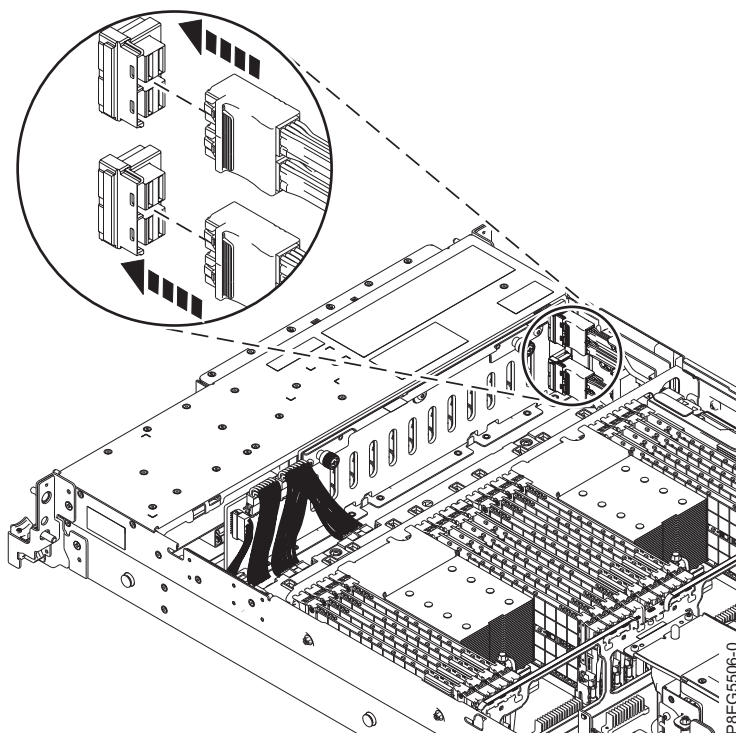

図 9. 前面 SAS ケーブルの再接続
7. 11 ページの図 9 に示すように、前面 SAS ケーブルをディスク・ドライブ・バックプレーンに再接続します。止め金が掛かるまで、コネクタを内部に押し込みます。